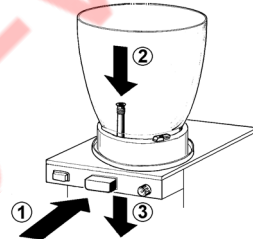

Bild 3
3 Drücken Sie die Haahntaste (1) und setzen Sie (2) das Gummiteil in seinen Sitz am Boden der Verdampfvorrichtung ein. Ziehen (3) Sie den Gummihahnaufsatz leicht nach unten bis er ordnungsgemäß sitzt (siehe Abbildung 3).